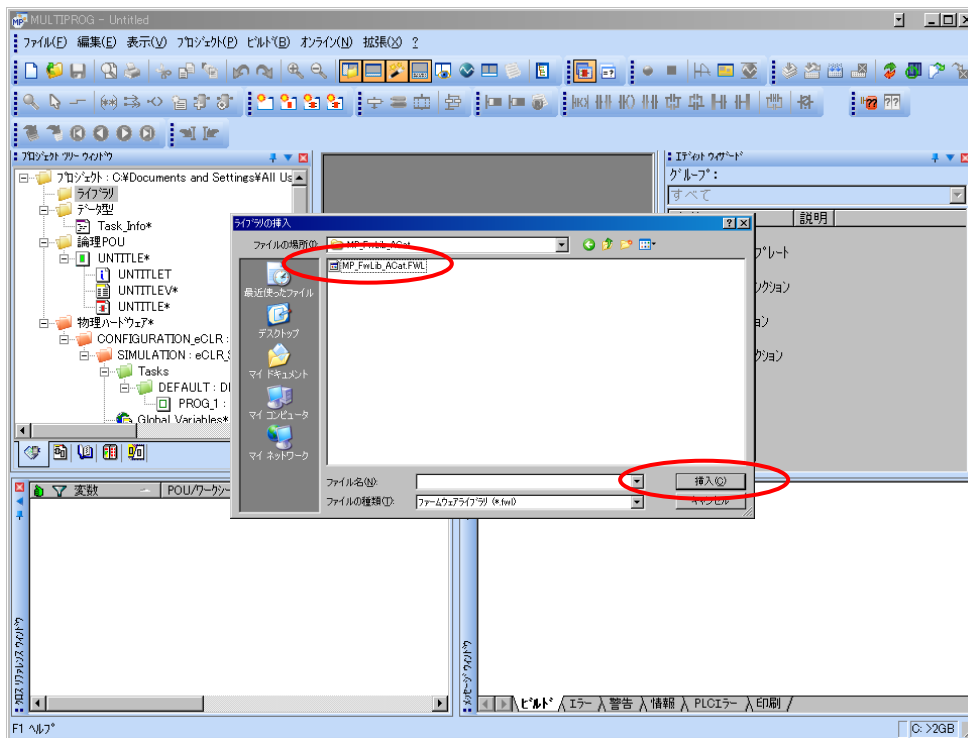

図 3-2-4. ライブラリ挿入画面③
- ④ 図 3-2-4 の画面が表示されますので、選択したディレクトリと同じ名前のファイルを選択してください。